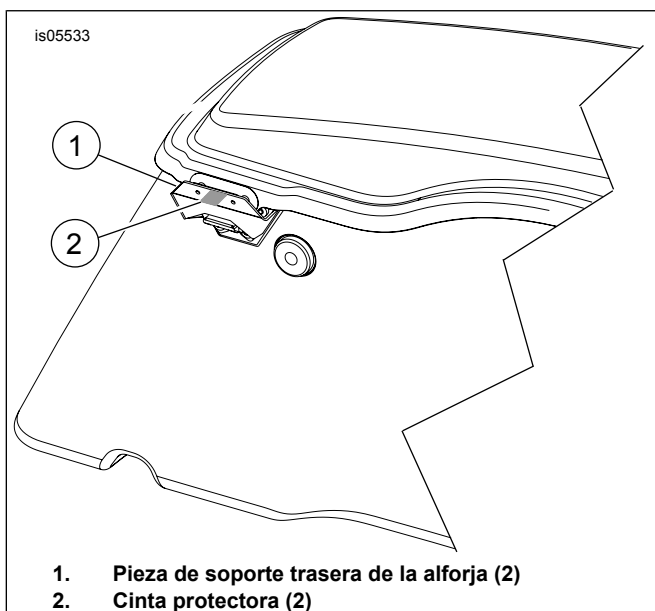

Figura 4. Aplique cinta protectora
5. Vea la Figura 4. Aplique cinta protectora (2) a la pieza de soporte de montaje trasera de la alforja (1) en el lugar donde va la alforja. Repita los pasos para el otro lado.